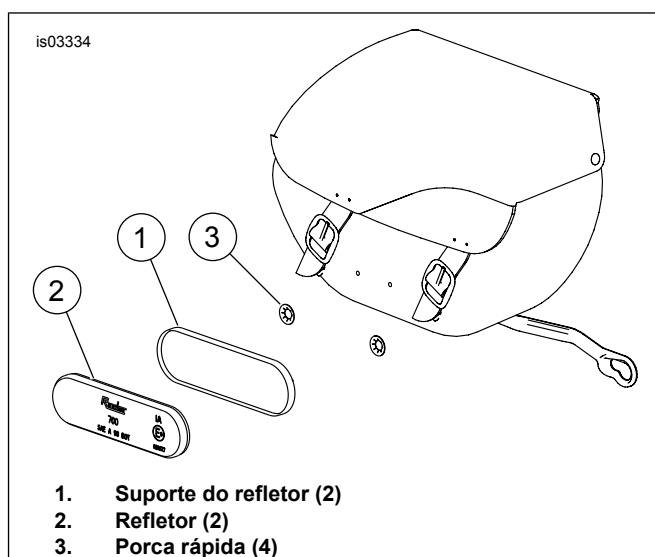

Figura 6. Instalação dos refletores
1. Veja a Figura 6. Posicione o suporte do refletor (1) no centro do alforje.